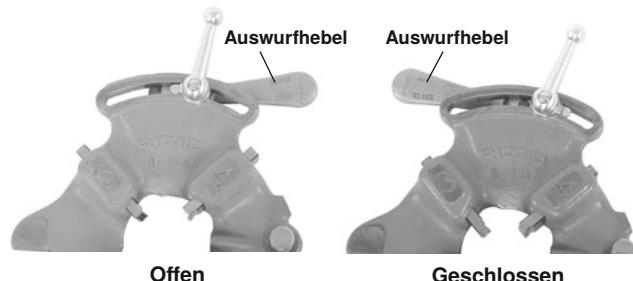

Abbildung 10 – Hebelstellung Offen/Geschlossen
2. Bringen Sie den Auswurfhebel in die Stellung OPEN (Offen) (Abbildung 10).